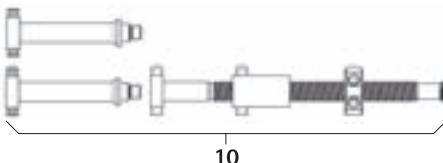

Рис. 16
- Установить шпиндельный дистрактор 10, см. Рис. 16.